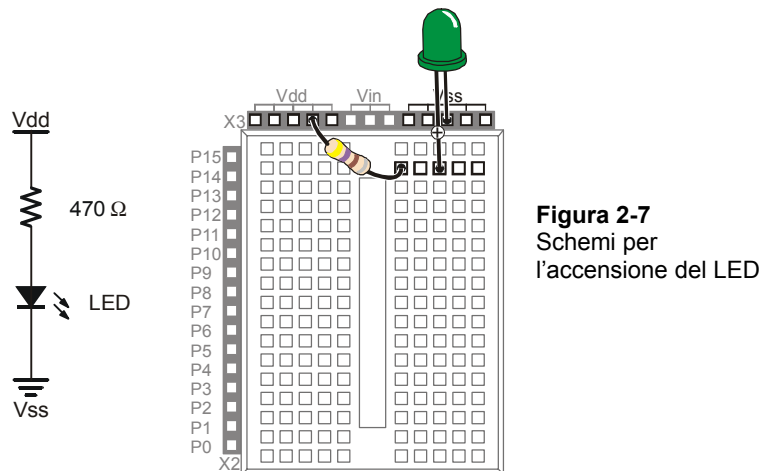

Figura 2-7
Siete ora pronti per costruire il circuito mostrato in Figura 2-7 (sotto) inserendo la resistenza ed il LED nei connettori dell'area prototipi. Seguite i seguenti passi:
- ✓ Ricontrollate per assicurarvi che avete assemblato il circuito esattamente come mostrato in Figura 2-7.